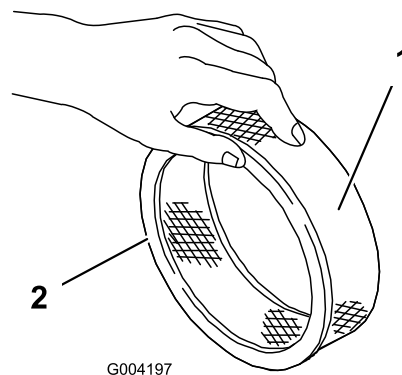

Figura 19
5. Controllate che il filtro in carta non sia strappato, che non abbia strati untuosi e che la guarnizione in gomma non sia danneggiata (Figura 19).
1. Fate scorrere attentamente il prefiltro in schiuma sintetica sul filtro di carta (Figura 19).